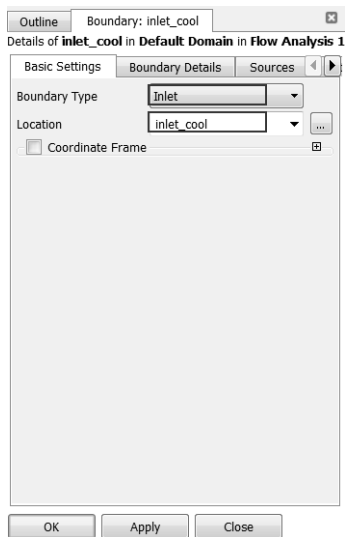

图 17-25 添加入口（2）
Step9 :同样 ,单击工具栏中的 (边界设置)按钮 ,在弹出的对话框中输入 inlet_cool ,单击 OK 按钮 ,在出现的如图 17-25 所示的 Boundary:Inlet_cool 对话框的 Basic Settings 选项卡中做如下设置。